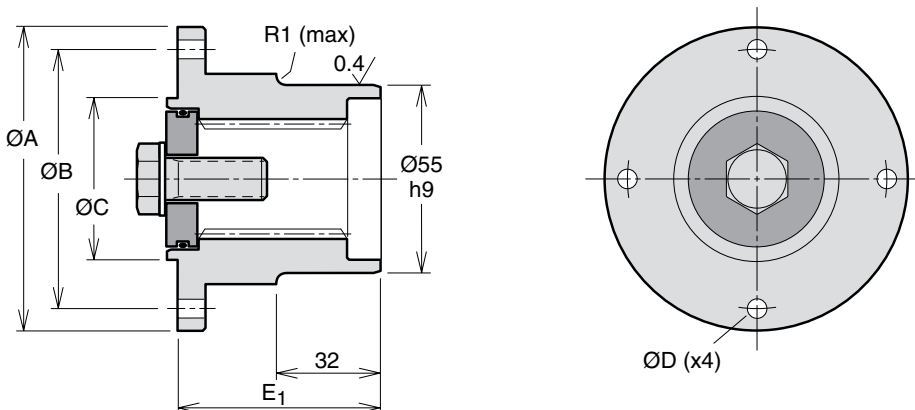

Рис. 2. DIN 90 (370 7423)
Обозначение	DIN 90 (рис. 2)
1. Серии F1 и T1 (рис. 2)